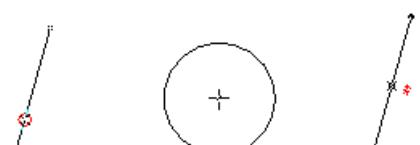

图 4.11.13 移到直线中点
Step7. 沿直线 B 移动小圆圈 ，当移到直线的中点位置时，可看到小圆圈  变成红色的 （图 4.11.13），表明系统已经捕捉到直线的中点。